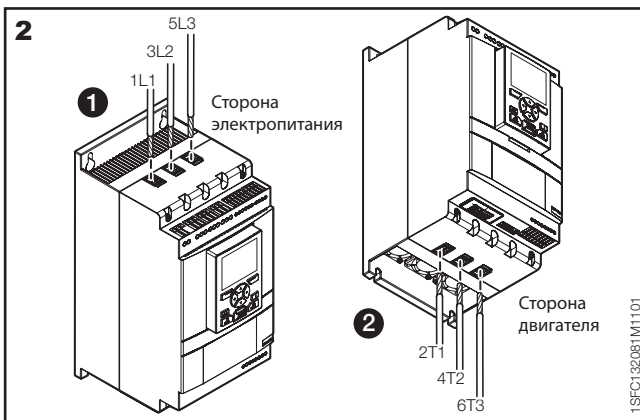
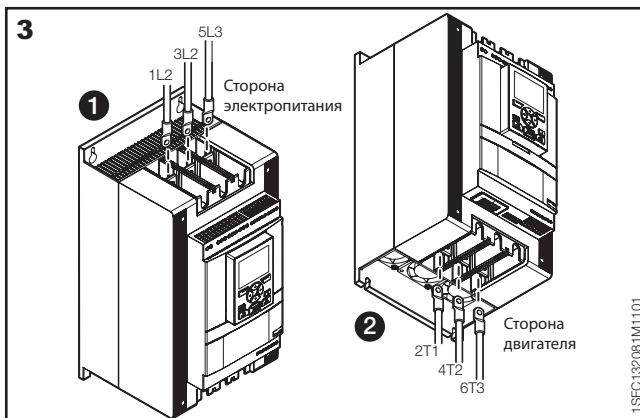

Рис. 2. Подключение кабелей
Рис. 3. Подключение шин
2. Подключите цепь питания: подключите клеммы 1L1, 3L2, 5L3 к стороне линии электропитания ①, а клеммы 2T1, 4T2, 6T3 — к стороне двигателя ②, см. рис. 2. Используйте проводное соединение для устройства PSTX30-105, см. рис. 2, и клеммное соединение для устройства PSTX 142-370, см. рис. 3.
3. Подключите сторону линии питания к клеммам 1L1, 3L2, 5L3, см. ① рис. 2 и 3. Подключите двигатель к клеммам 2T1, 4T2, 6T3 на стороне двигателя, см. ② рис. 2 и 3.